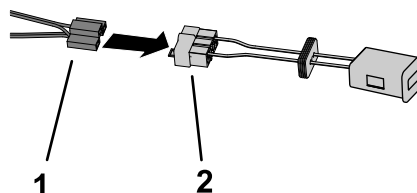

Figura 3
- Collegate il contaore wireless al cablaggio del Kit WHM (Figura 3).